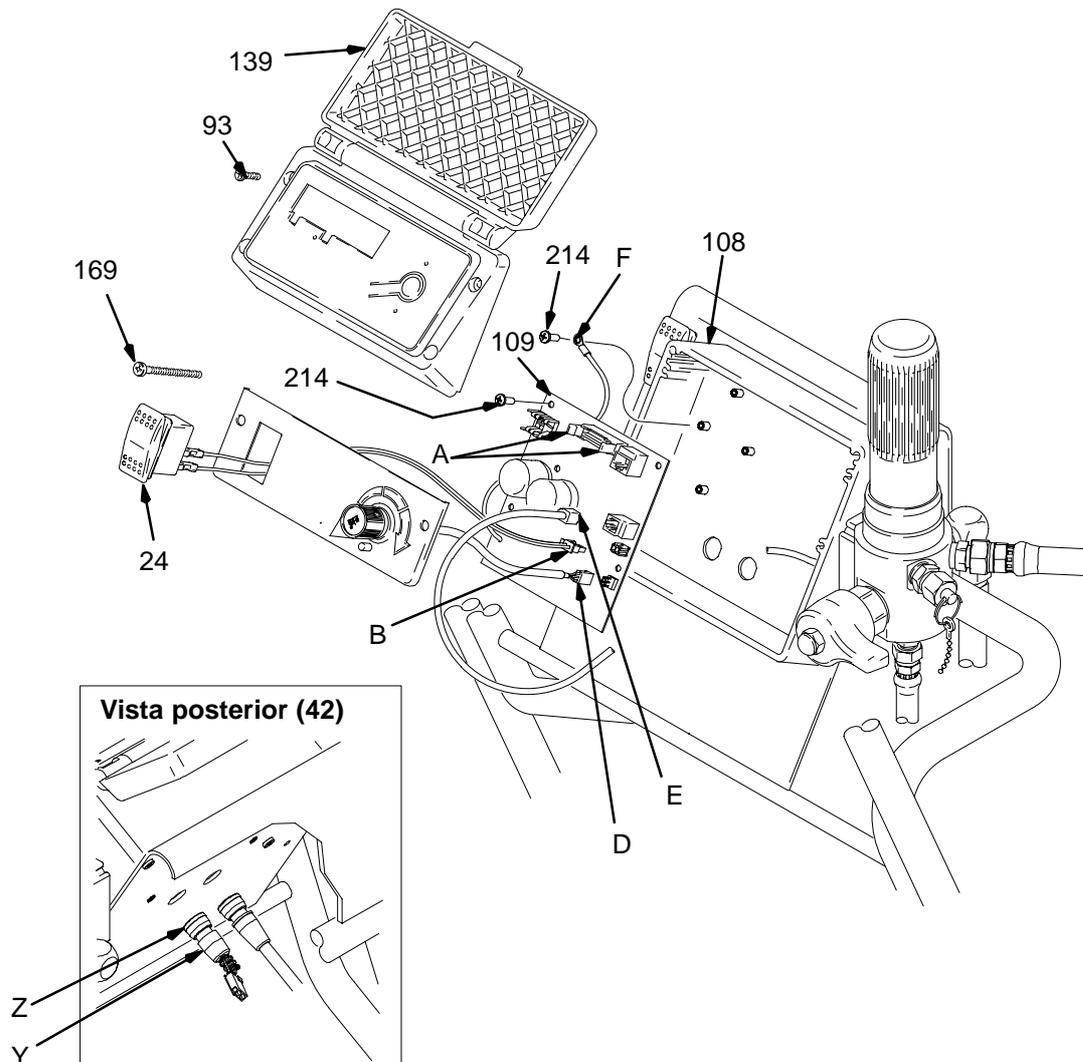

Fig. 14
2. Fig. 14. Retire los cuatro tornillos (93) y la tapa de la pantalla de visualización (139).
3. Abra las aletas del conector de la pantalla de visualización (A) de la tarjeta del PC y saque el conector de visualización.
4. Desenchufe el conector (B) del interruptor de ENCENDIDO/APAGADO (B) de la tarjeta PC.
5. Oprima las dos lengüetas de retención situadas a ambos lados del interruptor de ENCENDIDO/APAGADO (24) y desmonte éste.
- Fig. 14. Retire los cuatro tornillos (93) y la tapa de la pantalla de visualización (139). Abra las aletas del conector de la pantalla de visualización en la tarjeta PC y saque el conector de visualización.
- Cable (D) desde el potenciómetro.
- Cable (E) desde el transductor.
- Retire el conector (A) del interruptor de ENCENDIDO/APAGADO (24).
- Fig. 14. Retire los seis tornillos (214) de la tarjeta de control (109) y el cable verde de masa.
- Retire los dos conectores (Y) de la parte trasera del control de presión. Retire las contratuerzas (Z) y la tarjeta de control (109).
- Fig. 14. Instale la tarjeta de control (109) y la contratuerca (Z). Instale los dos conectores (Y) en la parte trasera del control de presión.
- Instale el cable verde de masa y la tarjeta de control (109) con seis tornillos (214).
- Enchufe el conector (A) del interruptor de ENCENDIDO/APAGADO (24).
- Cable (E) al transductor.
- Cable (D) al potenciómetro.
- Fig. 14. Empuje el conector de la pantalla de visualización en la tarjeta PC, cierre las aletas del conector de la pantalla de visualización de la tarjeta de PC. Instale la tapa de la pantalla de visualización (139) con los cuatro tornillos (93).
- Fig. 14. Retire los cuatro tornillos (93) y la tapa de la pantalla de visualización (139).
- Desconecte el cable (E) de la tarjeta de control (109).
- Retire los dos tornillos (201) que conectan el alojamiento de control (108) al alojamiento del filtro (200e). Desde el interior de la caja de control, tire del conector del transductor para sacarlo del alojamiento de control (108).
- Fig. 14. Instale la junta tórica (200r) y el transductor de control de presión (200p) en el alojamiento del filtro (200e). Apriete a un par de 40,8–49 N.m.
- Instale el cable del transductor a través de la caja de control. Instale el alojamiento del filtro y el espaciador a la caja de control con dos tornillos (201).
- Conecte el cable (E) a la tarjeta de circuito impreso de control del motor (109).
- Instale la tapa de la pantalla de visualización (139) con los cuatro tornillos (93).
- Desconecte el cable (D) de la tarjeta de control (109).
- Afloje los tornillos de fijación del botón del potenciómetro (19) y saque el botón, la tuerca del eje, la arandela de seguridad y el potenciómetro de ajuste de la presión (81).
- Saque la junta (148) del potenciómetro (81).
- Instale la junta (148) en el potenciómetro (81).
- Fig. 14. Instale el potenciómetro de ajuste de presión (81), la tuerca del eje, la contratuerca y el botón del potenciómetro (19).
- Gire el eje del potenciómetro (81) en sentido horario hasta el tope interno. Monte el mando del potenciómetro (19) en el pasador de la placa (23).
- Conecte el cable (D) a la tarjeta de control (109).